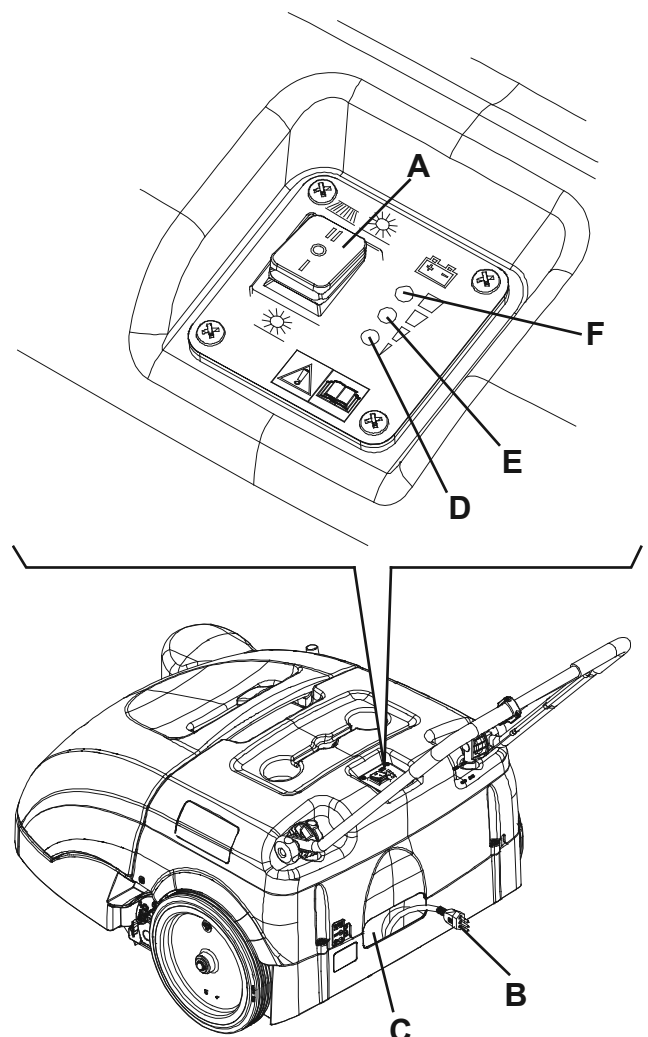

Abbildung 12
2. Hauptschalter (A, Abb. 12) auf 0 stellen.
3. Ladegerät (B) aus dem Fach (C) nehmen und an das Stromnetz anschließen.